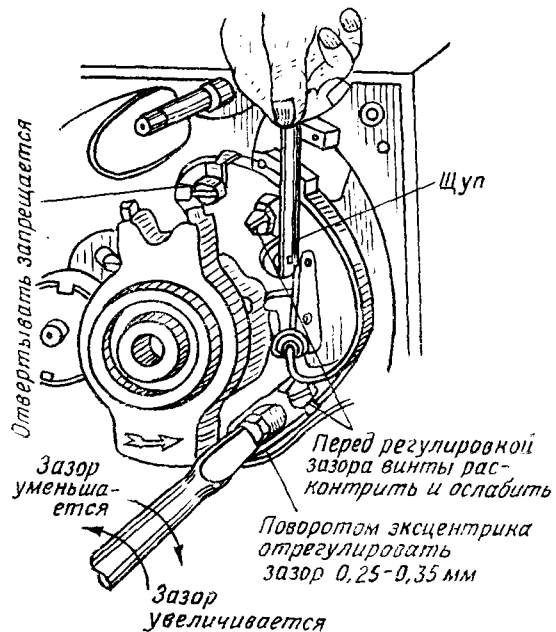

Рис. 17. Регулирование зазоров между контактами прерывателя
6.6. Поверните коленчатый вал за воздушный винт до момента, когда вершина любого кулачка совместится с подушкой рычажка прерывателя, а бегунок не будет мешать замеру зазора и щупом измерьте зазор между контактами прерывателя (рис. 17).